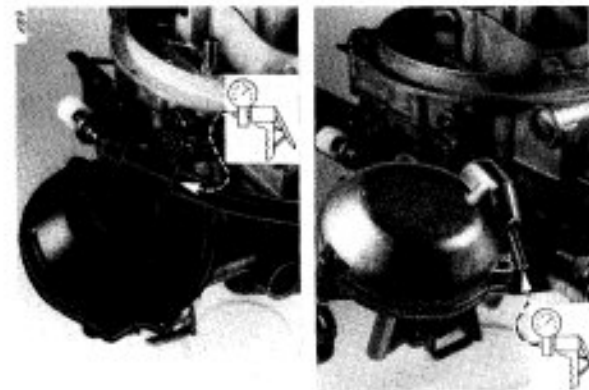

Bild 17
11. UNTERDRUCKDOSE II. STUFE (Bild 17, 18)